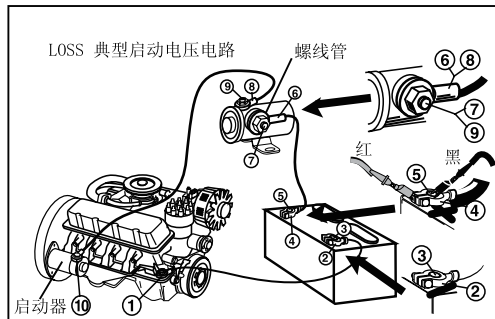

图 15
- 3) 参考典型启动电压LOSS电路。(详见图15) 分别测量如下二点之间电压: 1&2, 2&3, 4&5, 5&6, 6&7, 7&8, 8&9, 8&10